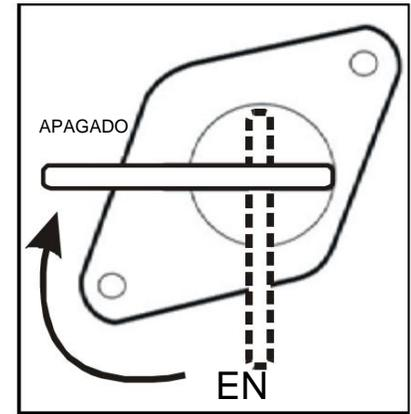

Fig. 13 - Válvula de combustible
1. Gire la válvula de combustible a la posición "CERRADO" (Fig. 13).